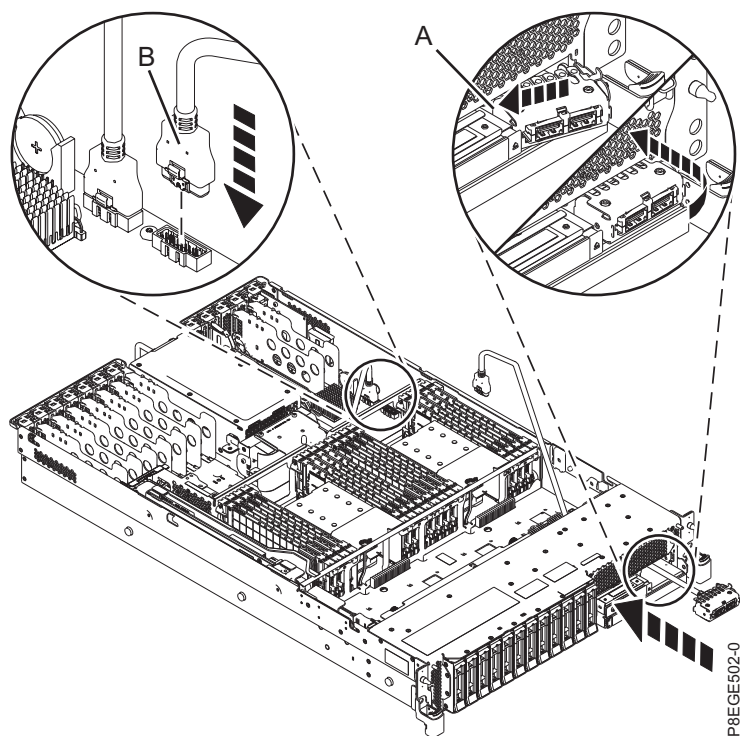

図 4. 前面 USB ケーブルの取り付け
2. 7 ページの図 4 に示すように、USB ケーブルのプラグの端をシステムの前面にある開口部に挿入します。ケーブルをシステム・シャーシの右側に沿って配線します。
3. USB ケーブル・ハウジングの左側にあるタブ (A) をスロットに挿入することによって、システム前面の開口部にはめ込みます。ハウジングが右側で定位置にラッチが掛かるまで、ハウジングを回転させて開口部に押し込みます。7 ページの図 4 を参照してください。
4. 7 ページの図 4 に示すように、USB ケーブル・プラグ (B) をシステム・バックプレーンにあるコネクタに差し込みます。